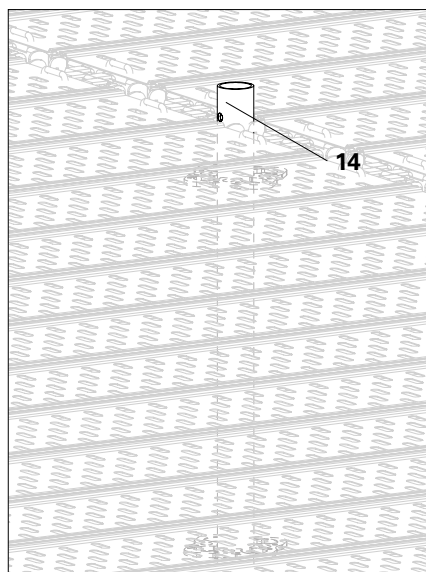

Abb. A2.05a
Kopfstiele (14) werden z. B. benötigt, wenn in das Rohrende eine Spindel eingesetzt werden soll. Auf Plattformen ergibt sich ein 4 cm hoher Überstand. (Abb. A2.05a)